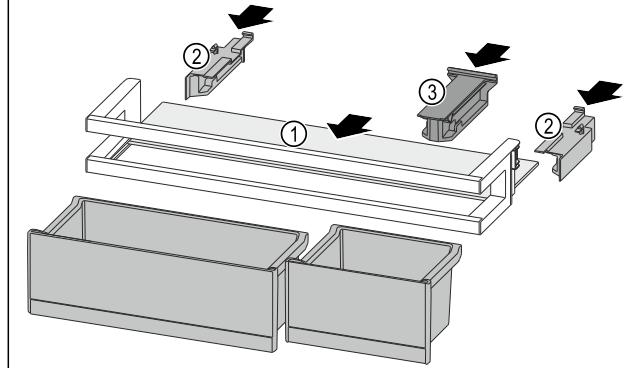

Fig. 86
- Вдвиньте съемную полку Fig. 86 (1) в боковые пазы.
- Установите боковые части Fig. 86 (2).
- Смонтируйте крепление Fig. 86 (3).